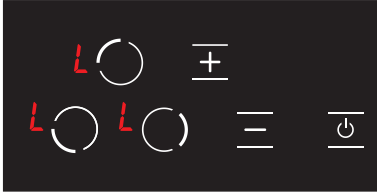

Abbildung 20
3. In diesem Moment ist die Kindersicherung aktiv und um diese Situation auszudrücken werden an allen Kochplatten das Symbol  angezeigt. (siehe Abb. 20) Wenn eine heiße Kochplatte vorhanden ist, werden die Symbole  und  abwechselnd auf dem Bildschirm angezeigt.